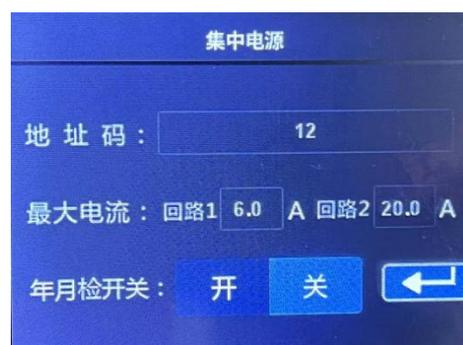

图 8
④ 在主页面点击“设置”按键，输入密码“1234”后弹出如下图 8 设置界面，通过该界面，可以更改 EPS 控制板的地址码，改变 EPS 控制板 2 个回路的输出电流大小，控制集中电源年月检是否打开；点击“回车”按键可回到主页面。